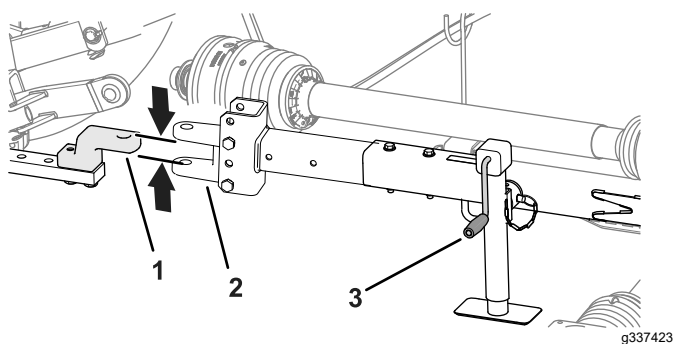

Figura 28
1. Utilice la manivela para elevar o bajar el gato de la barra de tiro y alinee la barra de tiro con la barra de tracción o el gancho de arrastre (Figura 28).
3. Alinee la barra de tracción o el gancho de arrastre del vehículo de remolque con la barra de tiro del cortacésped (Figura 28).